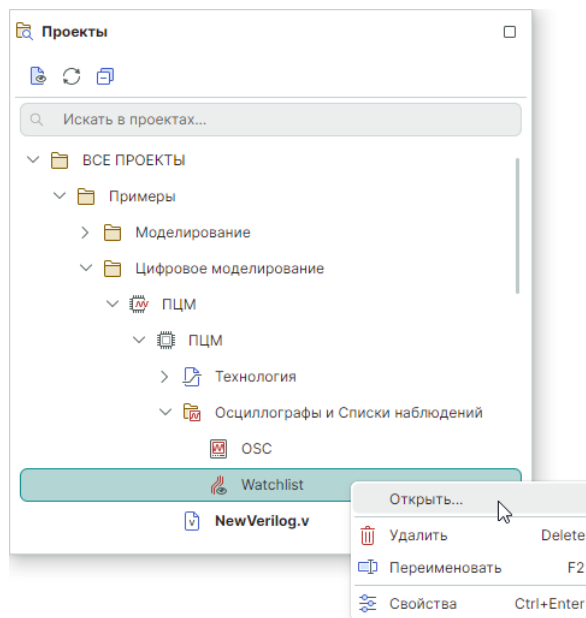

Рис. 46 Контекстное меню списка наблюдений
2. Выберите пункт «Открыть», см. Рис. 46. Или используйте двойной клик левой кнопки мыши на названии списка наблюдений.